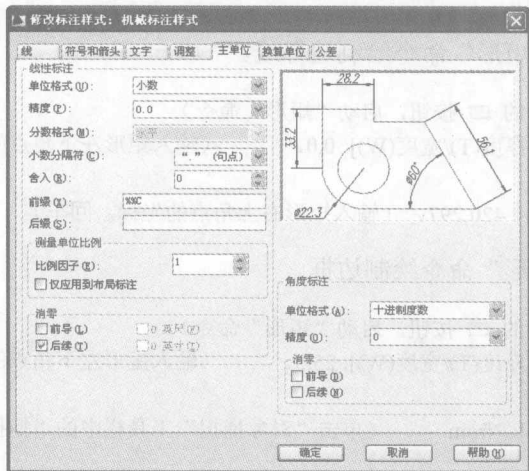

图 1-32 在“主单位”选项卡中添加前缀
1) 在“标注样式管理器”对话框中将“机械标注样式”设置为当前样式。单击“修改”按钮，弹出“修改标注样式”对话框，打开“主单位”选项卡，在“前缀”文本框中输入“%%C”，如图 1-32 所示。